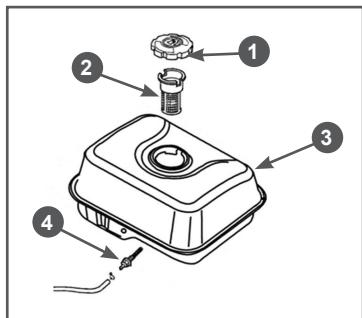

Рис. 26 Топливные фильтры
пливного бака и установлен внути бака (Рис. 26).
Через каждые 300 часов работы необходимо производить очистку топливного бака от грязи и конденсата. Одновременно с очисткой топливного бака необходимо проверять и очищать фильтр 4, установленный внутри бака (Рис. 26). Поврежденный или сильно загрязненный фильтр необходимо заменить.
3. Выкрутите из топливного бака выходной штуцер 4 и произведите его очистку (Рис. 26). Внимательно осмотрите сетчатый фильтр. При обнаружении механических повреждений замените штуцер топливного бака.